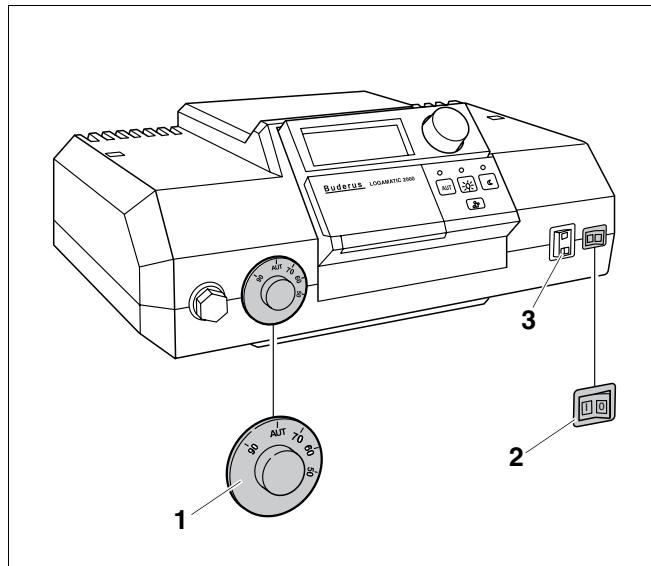
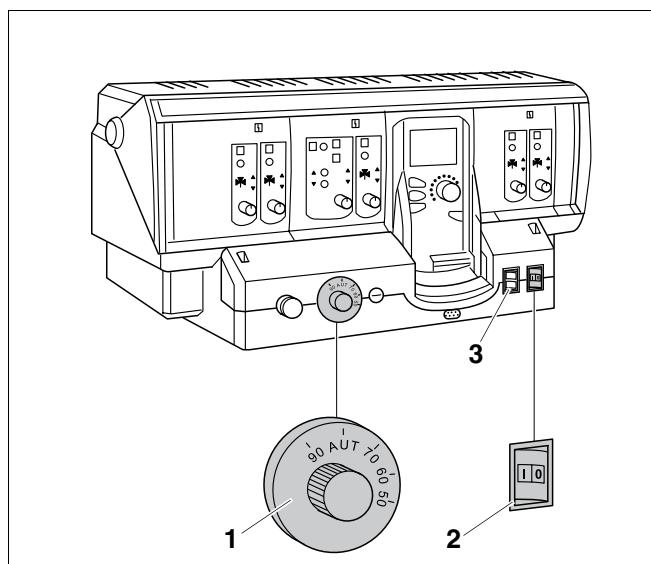

Рис. 3 Система управления (здесь: Logamatic 2107)
Рис. 4 Система управления (здесь: Logamatic 4211)
Включите отопительный котел на системе управления рис. 3 и рис. 4. При включении системы управления запустите горелку в автоматическом режиме. Затем горелка может стартовать от системы управления. Дальнейшую информацию по этому вопросу Вы найдете в соответствующей инструкции по эксплуатации системы управления.
- Установите пусковой выключатель (рис. 3, **поз. 2** и рис. 4, **поз. 2**) в положение "I" (ВКЛ.).
- Установите регулятор температуры котловой воды (рис. 3, **поз. 1** и рис. 4, **поз. 1**) в положение "AUT". При работе в режиме поддержания постоянной температуры установите нужную температуру (минимум 65 °C).
- Установите пусковой выключатель (рис. 3, **поз. 2** и рис. 4, **поз. 2**, стр. 9) в положение "0" (ВЫКЛ.)